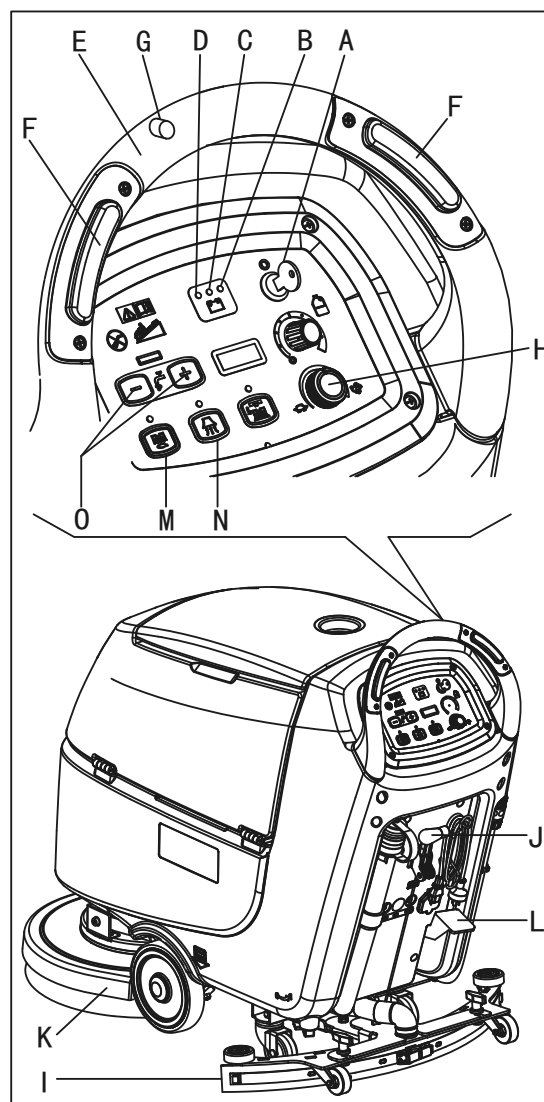

Figure 9
2. Insérer la clé de contact (A, Fig. 9) et la tourner sur "I". Vérifier que le témoin lumineux vert (B) se met en marche (batterie chargée). Si le témoin lumineux LED jaune (C) ou rouge (D) s'allume, retourner la clé de contact sur "0" et charger les batteries (voir la procédure au chapitre Entretien).
- En la poussant en ayant les mains sur le guidon (E) (uniquement pour les machines sans traction).
- En la poussant en ayant les mains sur le guidon (E) et en appuyant sur le commutateur (F) pour avancer, ou en appuyant sur le commutateur (F) avec le commutateur (G) pour reculer (uniquement pour la machine à traction). La vitesse d'avancement peut être réglée avec le dispositif de réglage (H).
4. Abaisser la raclette (I) avec le levier (J).
5. Abaisser la tête de brosse (K) en appuyant sur la pédale (L). (seulement pour machine à disque)
6. Appuyer sur le commutateur de la brosse/du support de disque (M) sur le commutateur du système d'aspiration (N).
7. Appuyer sur les commutateurs de commande du débit d'eau de lavage (O), si nécessaire, en fonction du type de nettoyage à effectuer.
- (uniquement pour les machines sans traction) en poussant la machine en ayant les mains sur le guidon (E) et en appuyant sur le commutateur (F).
- (uniquement pour les machines avec traction) en poussant la machine en ayant les mains sur le guidon (E) et en appuyant sur le commutateur (F). Si nécessaire, la vitesse d'avancement peut être réglée avec le dispositif de réglage (H).
1. Abaissez la plateforme brosse / porte-tampon en appuyant sur l'interrupteur brosse / porte-tampon (M, Figure 9)
2. Tout en gardant les deux mains sur le guidon, appuyer sur l'interrupteur de sécurité (F, Fig. 9), puis manœuvrer la machine et commencer à laver/sécher le sol.